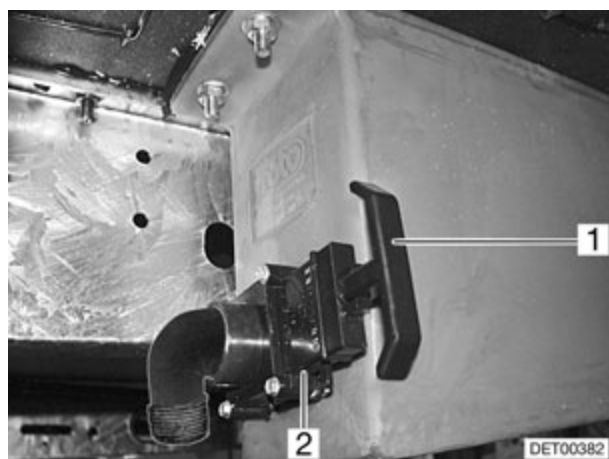

Fig. 133 Bec d'écoulement des eaux usées
- Monter un tuyau d'écoulement adéquat sur le bec d'écoulement des eaux usées (Fig. 133,2) ou placer un récipient approprié sous le bec d'écoulement des eaux usées.
- Retirer le curseur (Fig. 133,1) du bec d'écoulement des eaux usées (Fig. 133,2). Les eaux usées s'écoulent.